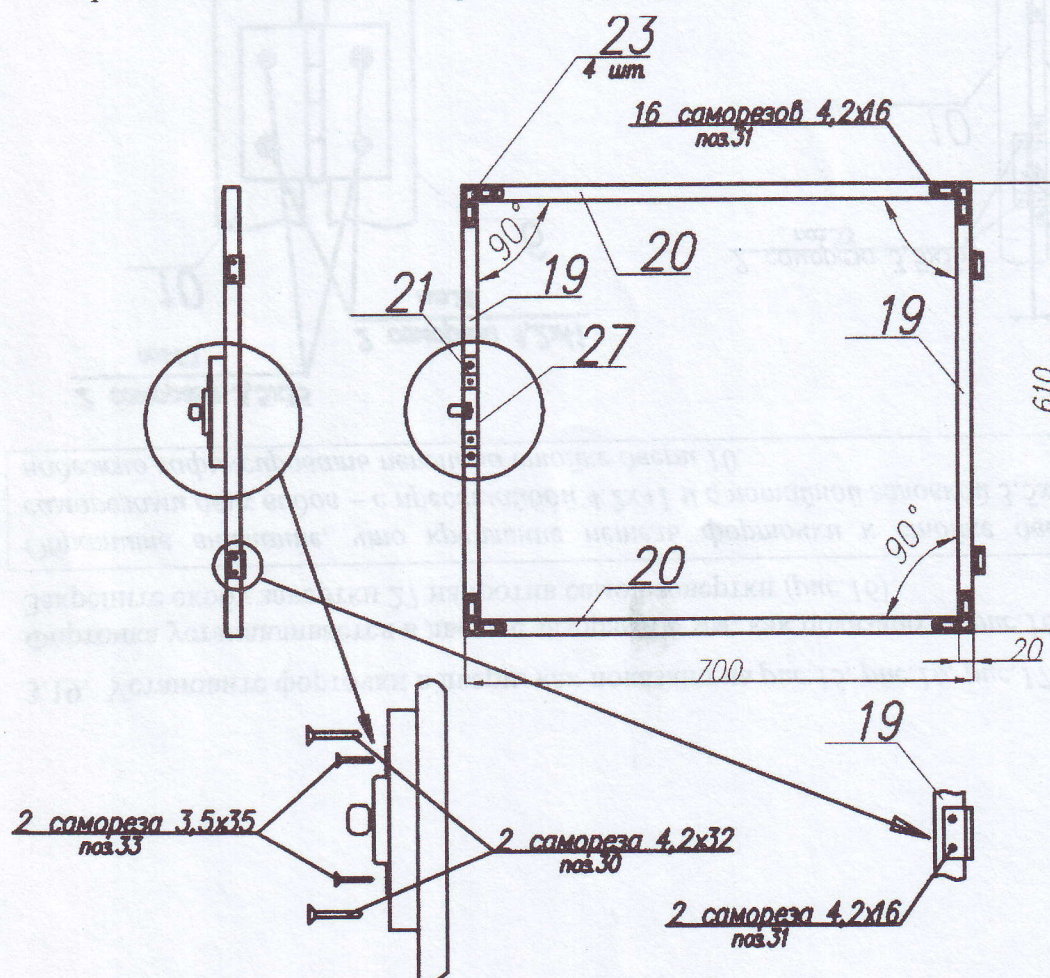

Рис.14
3.18. Соберите форточку согласно рис.14. Установите на форточку доборы 21, петли и завертки 27. Обратите внимание, что доборы и завертки устанавливаются изнутри теплицы.